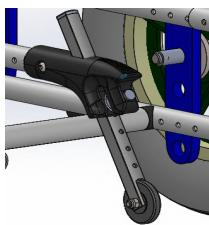

fig.: 4.1
*versione standard fissa (fig.4.1):
Le ruotine possono considerarsi in presa (fig. 4.1) se si trovano ad una distanza compresa tra 25mm e 40mm da pavimento; se posizionate troppo in alto non riducono il rischio di ribaltamento, se troppo in basso possono urtare contro eventuali ostacoli.
- verso il basso funzionamento in presa come fig.4.1.